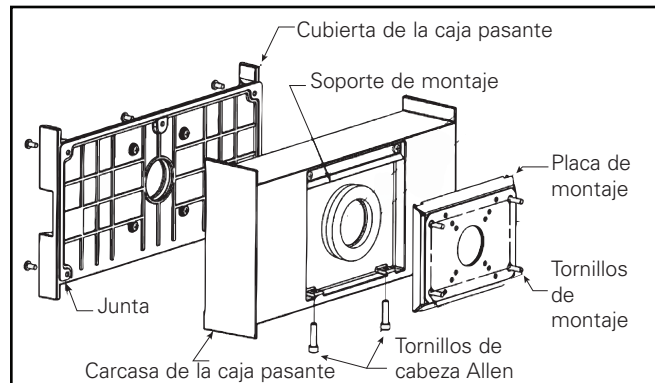

Figura 2.
1. Retire la placa de montaje de la parte posterior de la caja pasante aflojando dos (2) tornillos de cabeza Allen. (Figura 2).
2. Monte la placa de montaje en la pared usando los cuatro (4) orificios más grandes con los accesorios requeridos (provistos por terceros). La placa debe estar en la posición vertical correcta.